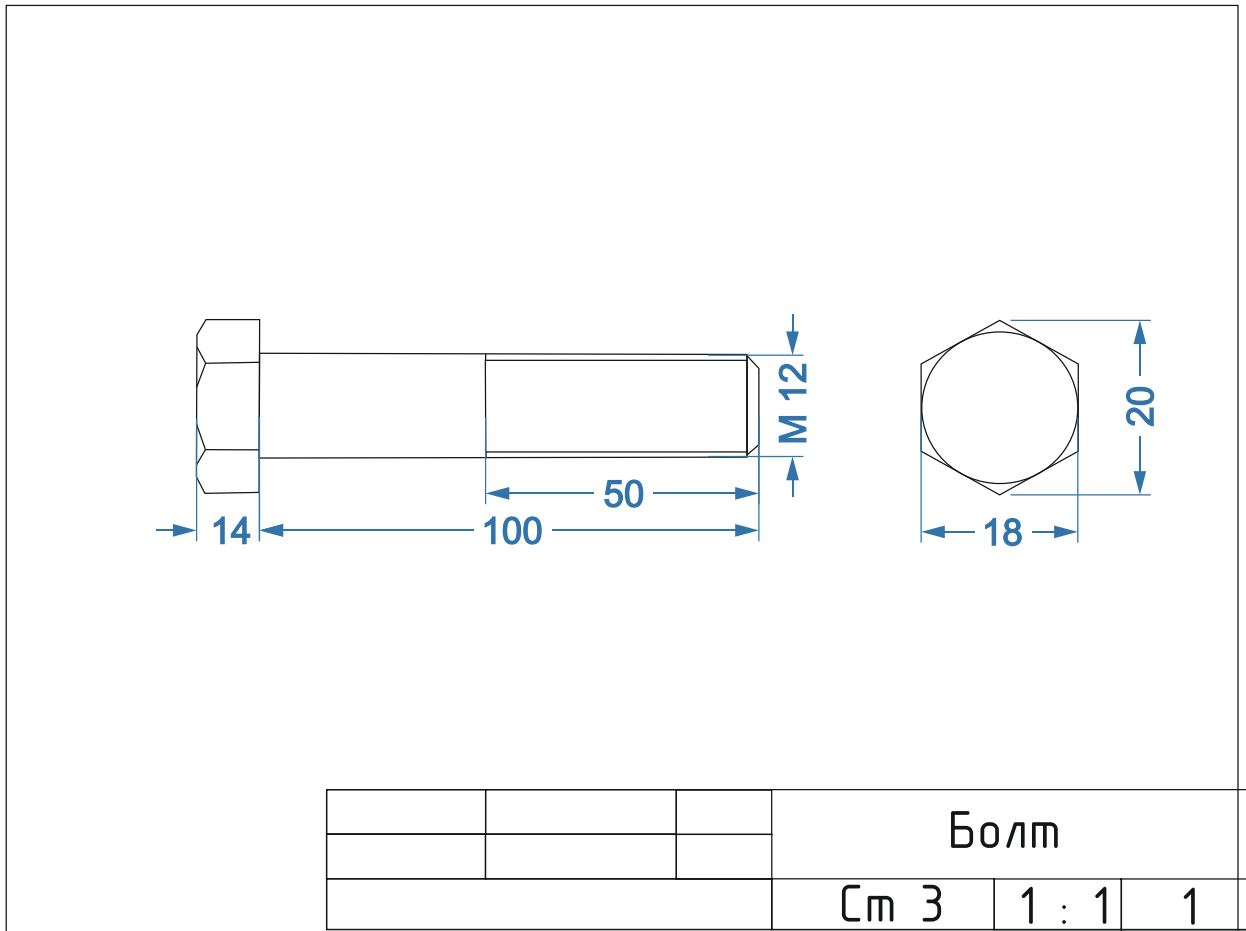

Рис. 1. Чертеж Болт
2. По чертежу изготовить Болт (рис. 1).